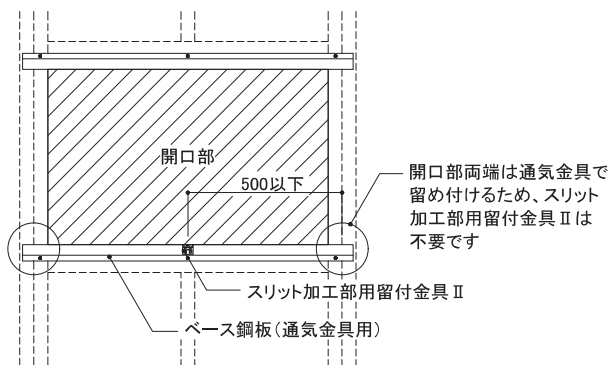

図3 スリット加工部用留付金具Ⅱの施工位置
- スリット加工部用留付金具Ⅱをツメが上がった状態で、開口部下のベース鋼板に500mm以下の間隔で専用ビス(ステンレスクスネジφ4.5mm×10mm)を用いて留め付けてください。(図3、4、5参照)